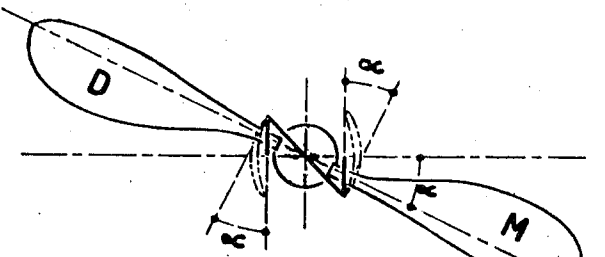

Fig. 15
Une méthode employée avec succès par de nombreux modélistes consiste à placer le tube charnière des pales, parallèlement à la section de la pale au 7/10 du rayon et dans les 2 plans. C'est-à-dire (fig. 15) que : l'axe charnière devra faire un angle L (correspondant au pas de 7/10 de R) aussi bien vu de face que de profil.
Ce système est très bon, mais demande à être bien exécuté. Il y a un inconvénient, c'est que la pale « montante » (M) devra nécessiter, pour rester plaquée au fuselage, un ressort ou élastique de rappel puisant, pour éviter quelle ne « retombe » (le dessin fig. 15 représente la position des pales au moment du repliement). Par contre, la pale « descendante » (D) pourrait se passer aisément de ressort, son propre poids la maintenant repliée.